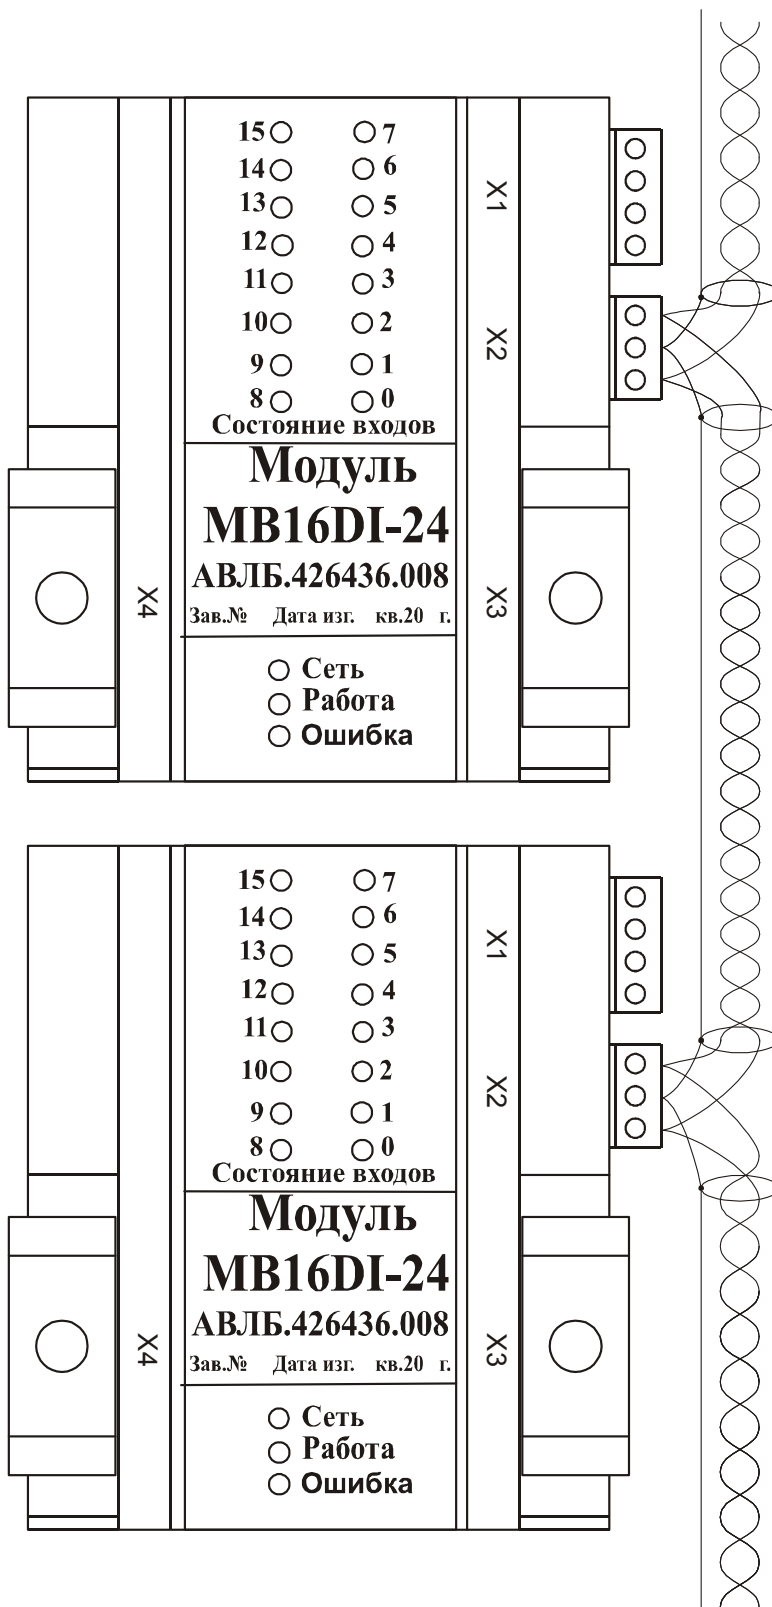

Рисунок 2
2.2.1.4 Для интерфейса RS-485 используется экранированная витая пара. Подключение модуля к интерфейсу желательно производить "в разрыв" линии, без отводов (рисунок 2). При монтаже необходимо соблюдать полярность сигнала, соединяя одноименные контакты разъемов соответствующими проводами витой пары. Экран кабеля подключается к контакту "Shield" разъема X2.